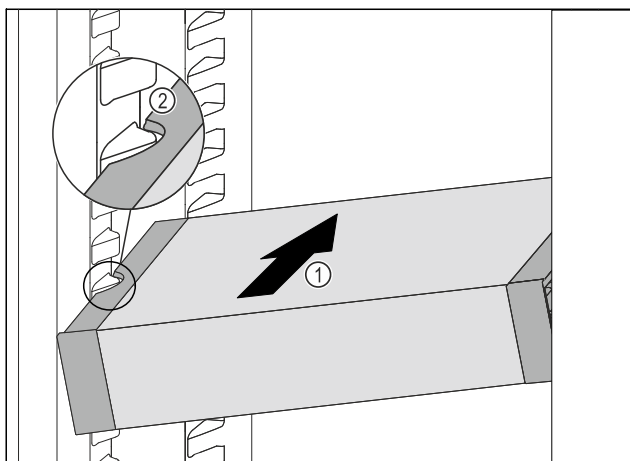

Fig. 35
- ▶ Вдвигайте VarioSafe под наклоном в холодильное отделение Fig. 35 (1), пока боковые выемки Fig. 35 (2) VarioSafe не окажутся на высоте выступа резервуара в холодильном отделении.